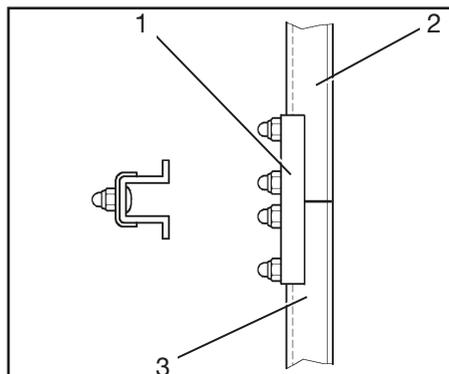

Bild 11 Verbindung zweier Steigschutzschienen
5. Beide Steigschutzschienen (11/2 und 3) mit Verbindungslasche (11/1) verbinden. Dabei Verbindungslasche, wie in Bild 11 dargestellt, von hinten auf die Steigschutzschiene aufsetzen.
6. Beide Steigschutzschiene (11/2 und 3) mit Verbindungslasche (11/1) verbinden. Dabei Verbindungslasche, wie in Bild 11 dargestellt, von hinten auf die Steigschutzschiene aufsetzen.
6. Beide Steigschutzschienen (11/2 und 3) mit Verbindungslasche (11/1) verbinden. Dabei Verbindungslasche, wie in Bild 11 dargestellt, von hinten auf die Steigschutzschiene aufsetzen.
6. Beide Steigschutzschienen der Einholmleitern (11/2 und 3) mit Verbindungsglasche (11/1) verbinden. Dabei Verbindungsglasche, wie in Bild 11 dargestellt, von hinten auf die Steigschutzschiene aufsetzen.